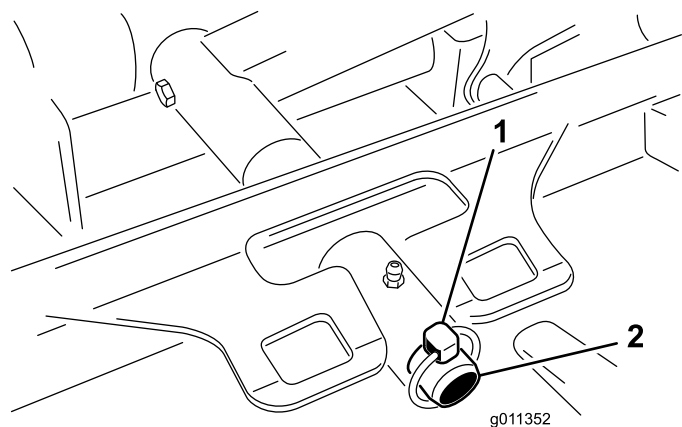

Рисунок 70
2. Снимите штифт с кольцом (или крепежную гайку на модели 30874), с помощью которых несущая рама деки крепится к шкворню подъемного рычага (Рисунок 70).
2. Наденьте несущую раму деки на шкворень подъемного рычага (Рисунок 70). Закрепите деку на шкворне с помощью штифта с кольцом (или крепежной гайки на модели 30874).